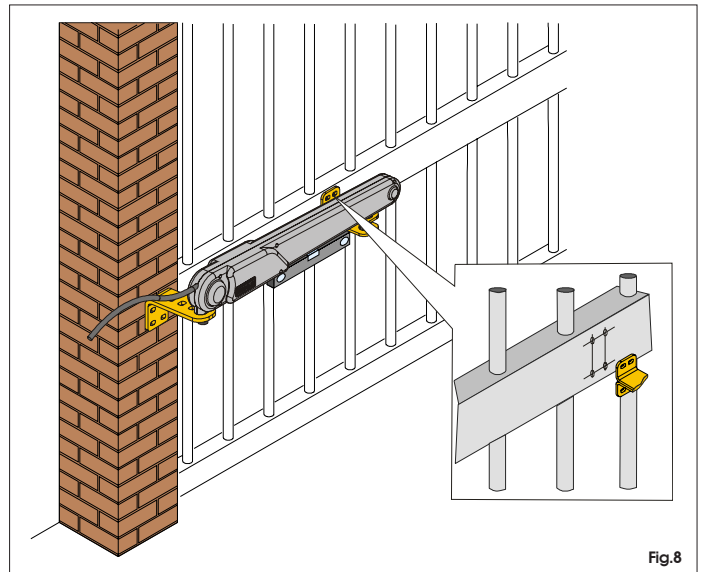

Fig.8
- Apoye el empalme a la hoja y trace los puntos de fijación, comprobando que tanto el operador como el empalme estén perfectamente horizontales (Fig. 8).